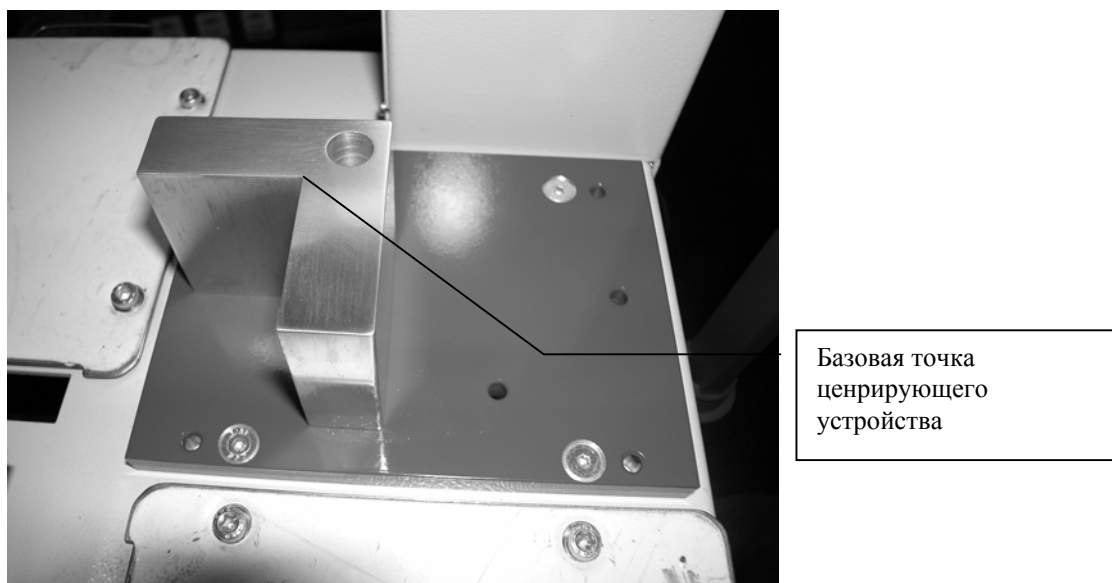

Рис. 3.21 Центрирующее устройство
- *X and Y reference gap (Зазор между базовой точкой осей X и Y)*: Значение, которое надо добавить к точке обучения. Его надо добавлять если базовая точка отлична от показанной на **Рис. 3.21**. Выражается в мм